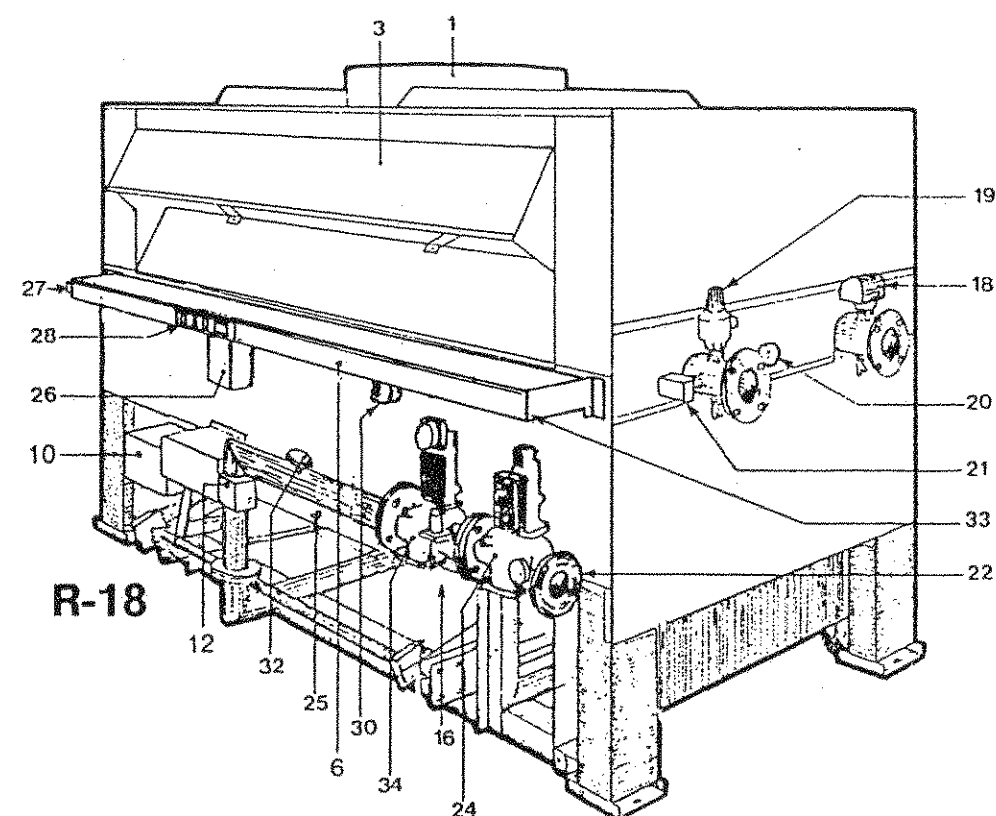

Fig. 2
3. Alimentez la chaudière en courant électrique au moyen de l'interrupteur (28) monté sur le boîtier de câblage (fig. 2, page 6).
L'interrupteur de courant d'eau (18) monté sur la chaudière, verrouille cette dernière par l'intermédiaire du coffret de coordination (26) (fig. 2), au cas où la circulation est nulle ou insuffisante. Avant de remettre la chaudière en service il y a lieu de rétablir la situation normale.